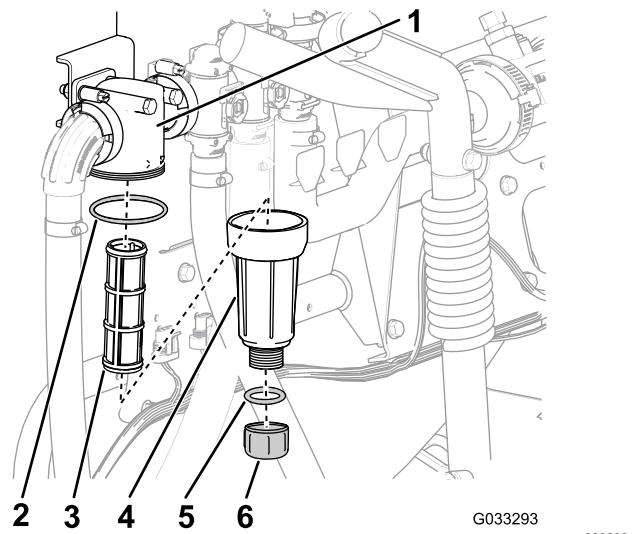

Figure 58
3. Tournez le bouchon de vidange dans le sens antihoraire et déposez-le de la cuvette du filtre de pression (Figure 58).
4. Tournez la cuvette dans le sens antihoraire et déposez la tête du filtre (Figure 58).
5. Retirez l'ancien élément du filtre de pression (Figure 58).
6. Contrôlez l'état et l'usure du joint torique du bouchon de vidange (à l'intérieur de la cuvette) et du joint torique de la cuvette (à l'intérieur de la tête du filtre) (Figure 58).
7. Placez le nouvel élément filtrant dans la tête du filtre de pression (Figure 58).
8. Vissez la cuvette sur la tête du filtre et serrez-la à la main (Figure 58).
9. Vissez le bouchon sur la cuvette à la main (Figure 58).
2. Placez un bac de vidange sous le filtre de pression (Figure 58).